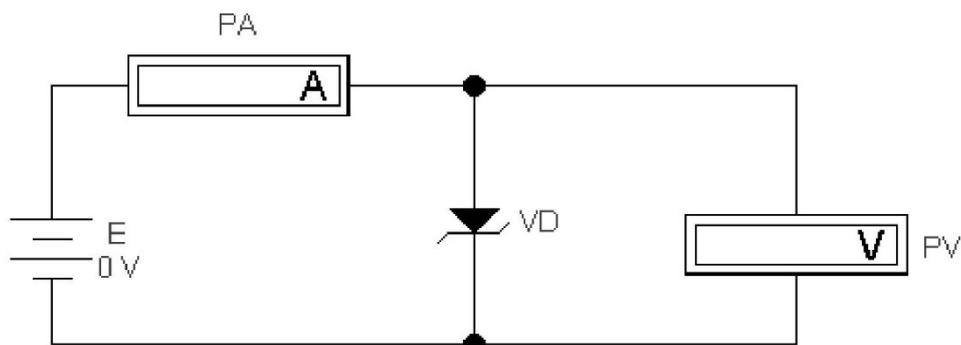
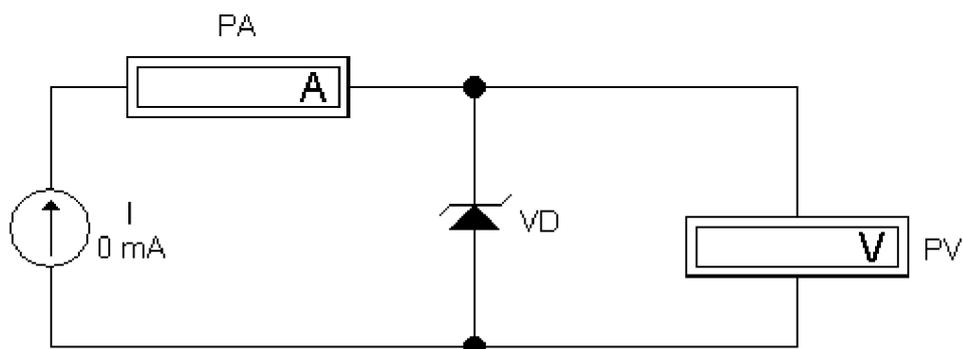

Рис. 3. Схема для исследования прямой ветви вольтамперной характеристики стабилитрона
Рис. 4. Схема исследования обратной ветви вольтамперной характеристики стабилитрона
Исследование прямой ветви вольтамперной характеристики стабилитрона проводится по схеме рис. 3, а обратной - по схеме рис. 4.
1. Собрать схему рис. 3 для исследования прямой ветви вольтамперной характеристики стабилитрона.
4. Собрать схему для исследования обратной ветви вольтамперной характеристики стабилитрона (рис. 4).